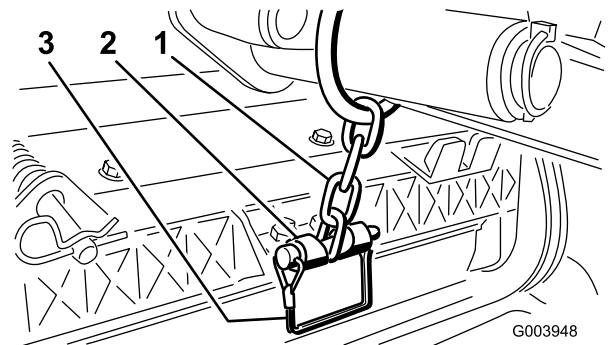

**Bild 10**
12. Befestigen Sie die Hubarmkette mit dem Einraststift an der Kettenhalterung (Bild 10). Verwenden Sie die